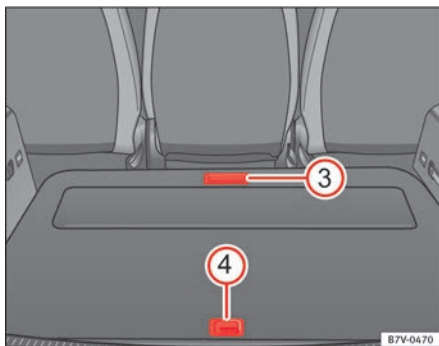

Abb. 114 Im Gepäckraumboden: weitere Ablagefächer
Ablage vorn öffnen ⇒ Abb. 114 ③:	▷ Vorderen Teil des Gepäckraumbodens mit dem Griff nach hinten klappen.
Ablage hinten öffnen ⇒ Abb. 114 ④:	▷ Hinteren Teil des Gepäckraumbodens mit dem Griff nach oben ziehen.